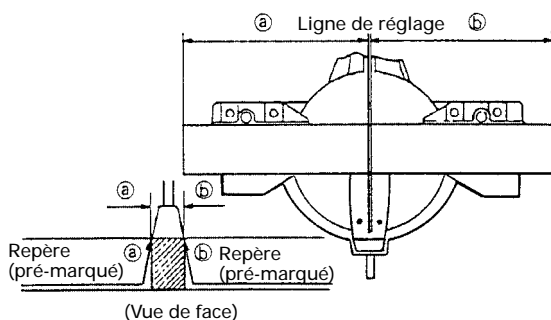

Fig. 23
- (1) Comme indiqué à la Fig. 23, la largeur de la lame est la largeur de coupe. En conséquence, glisser la pièce vers la droite (vue de la position de l'opérateur) pour obtenir la longueur **b**, et sur la gauche pour obtenir la longueur **a**.